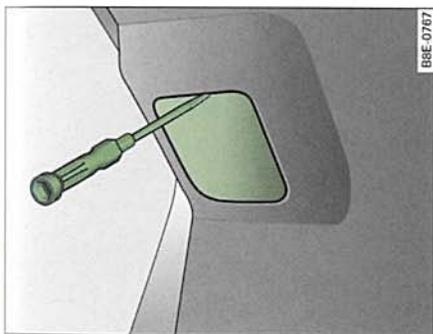

Fig. 264 Retirar la cubierta del portón del maletero
- Introduzca el destornillador desde arriba por la ranura ⇒ fig. 264 y extraiga la cubierta haciendo palanca.